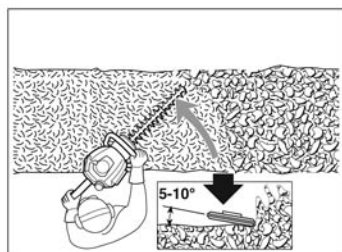

Fig. 14
- > Après avoir coupé les côtés, taillez le dessus (Fig. 14).